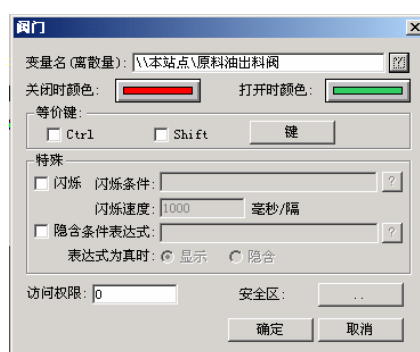

图 3-8
1、在画面上双击“原料油进料阀”图形，弹出该图库对象的动画连接对话框，如图 3-8 所示：